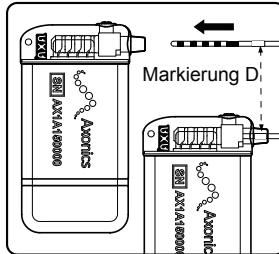

Abbildung 5: Die Elektrode vollständig in den Anschluss des Neurostimulators einführen.
4. Die Elektrode in die Anschlussleiste des Neurostimulators einführen, bis sie vollständig einsitzt und die Elektrode nicht weiter eingeführt werden kann. Markierung D auf der Elektrode sollte sich vollständig in der Zugentlastung des Neurostimulators befinden (**Abbildung 5**). Die Rückhaltehülse der Verankerungselektrode sollte unterhalb der Stellschraube des Neurostimulators liegen.